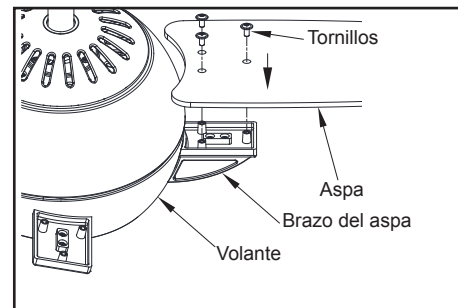

Figura 12
1. Alinea los tres orificios de tornillo en el asa con aquellos en el brazo del asa y asegúra con los tornillos incluidos. (Figura 12)